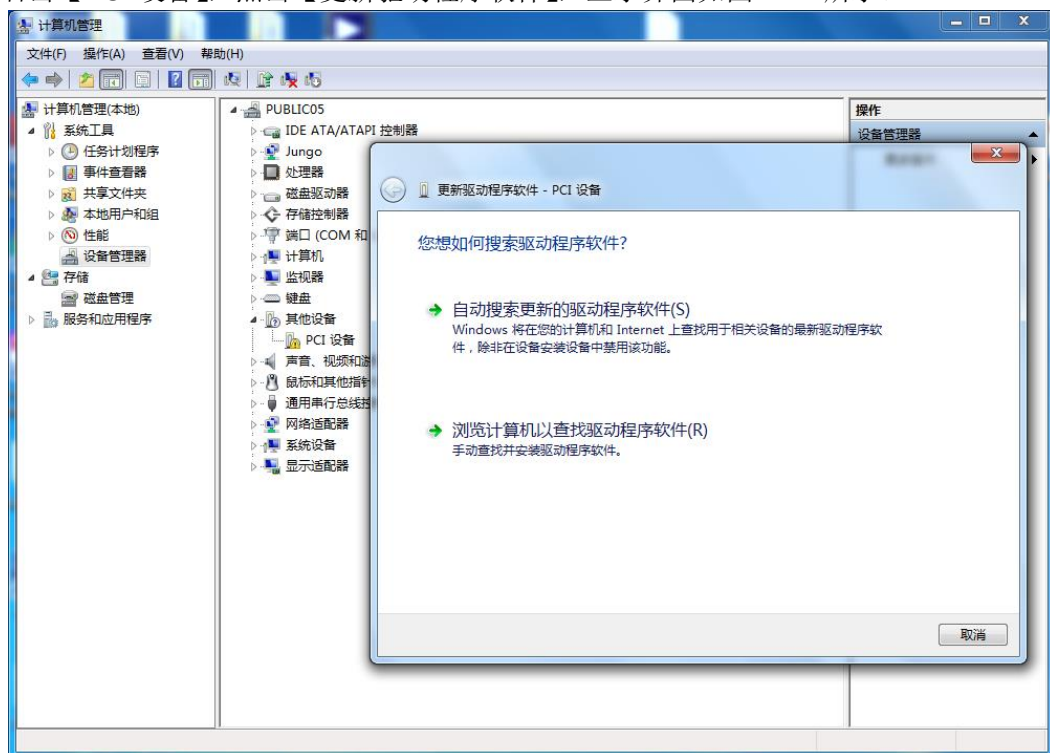
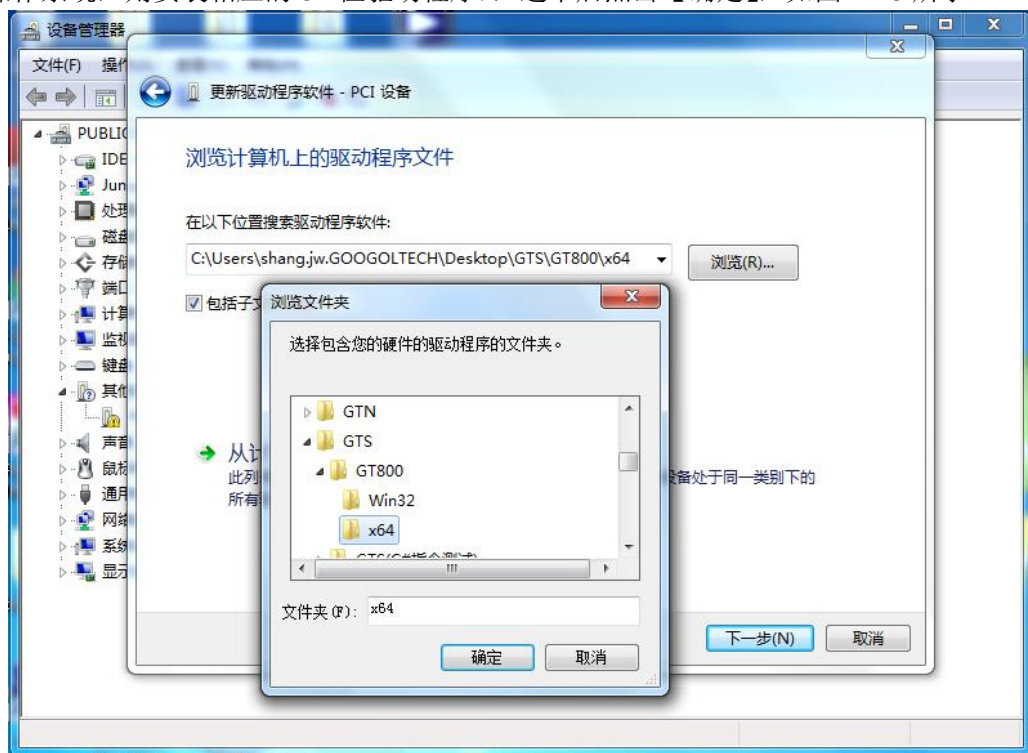
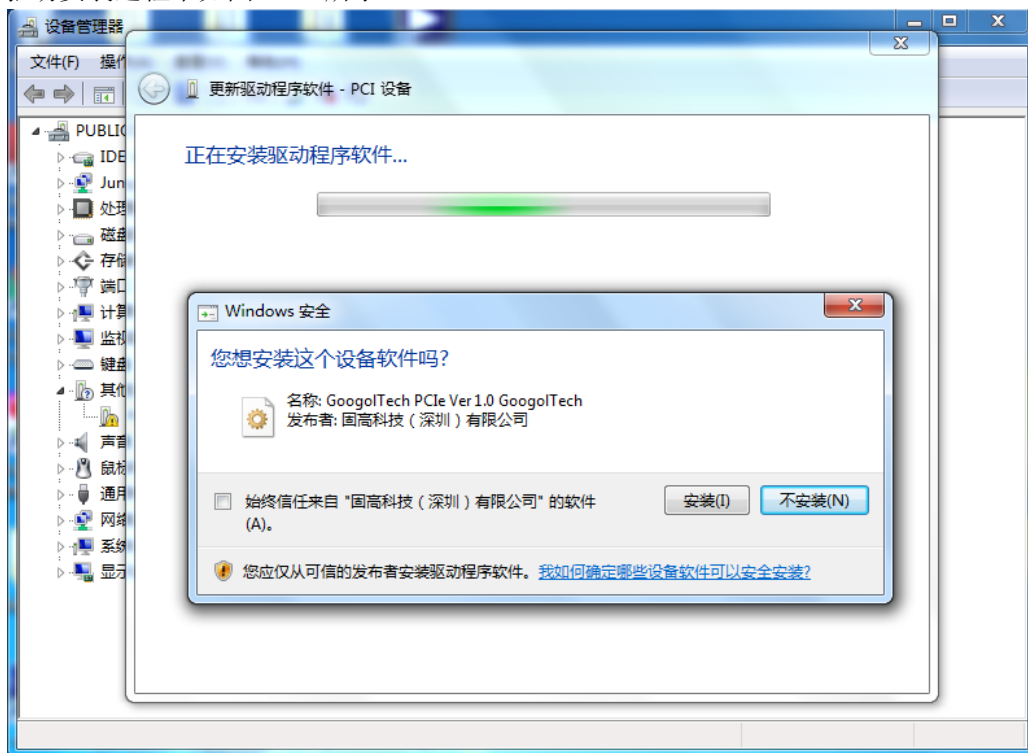
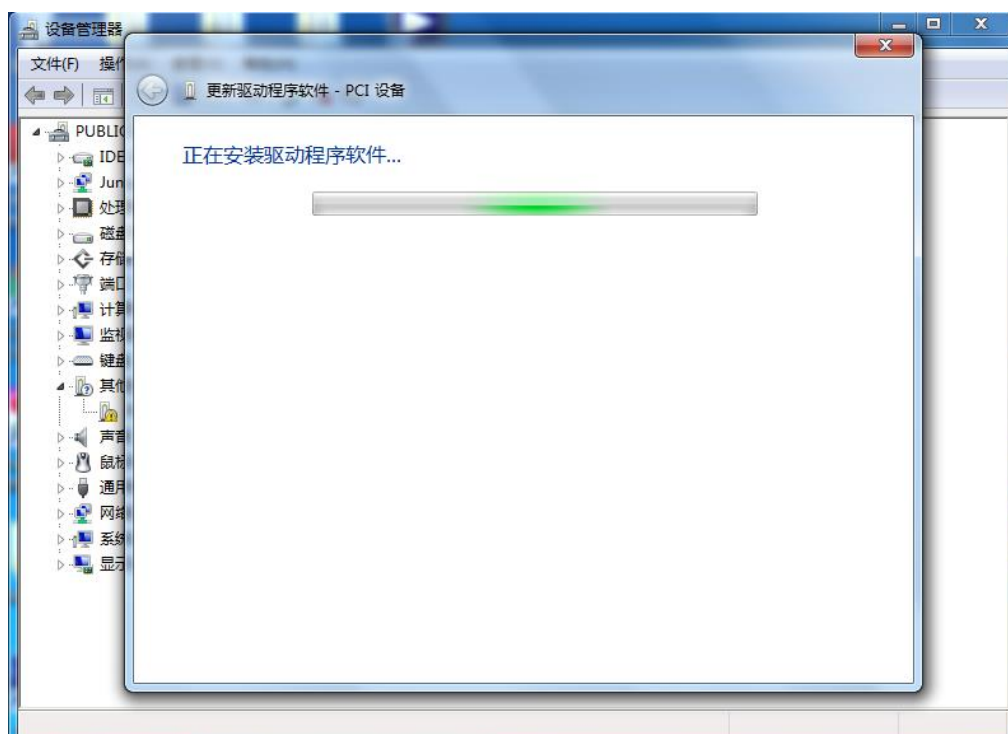

图 2-12 运动控制卡驱动程序安装界面 2
图 2-13 运动控制卡驱动程序安装界面 3
图 2-14 运动控制卡驱动程序安装界面 4
图 2-15 运动控制卡驱动程序安装界面 5
(2) 将光盘中的驱动程序先拷贝到电脑中（驱动程序在光盘中的路径为 \chinese\windows\Driver 或者 \english\windows\Driver）。示例中将驱动程序拷贝到了桌面...\GTS\...中。
(3) 右击【PCI 设备】，点击【更新驱动程序软件】，显示界面如图 2-12 所示。
(4) 在图 2-12 所示的界面中，点击【浏览计算机以查找驱动程序软件】，在弹出的界面中点击【浏览】，找到驱动程序所在的位置（本电脑为 64 位操作系统，故安装 64 为驱动程序，若用户电脑为 32 为操作系统，则安装相应的 32 位驱动程序），选中后点击【确定】，如图 2-13 所示。
(5) 在找到驱动程序所在位置之后，在图 2-13 所示的界面中点击【下一步】，弹出如图 2-14 所示的提示界面，勾选“始终信任来自‘固高科技（深圳）有限公司’的软件（A）”后，点击【安装】按钮，驱动安装过程中如图 2-15 所示。